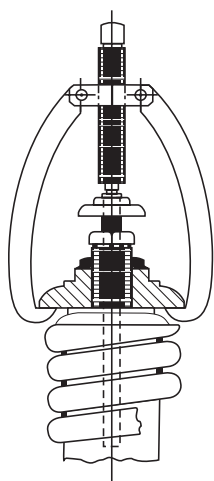

图 14
2. 将测试堵头螺钉放在主轴的暴露端的中心，并在轭两侧下方，钩住堵头支腿（如图 14 所示）。